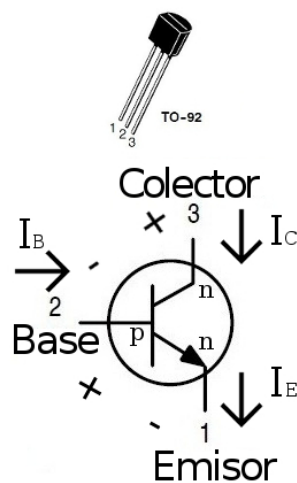

Figura 13: Transistor 2N2222A con encapsulado plastico TO-92, en el simbolo se muestra el flujo de las corrientes.
Amplificador transistorizado Esta etapa es opcional y solamente brinda mayor corriente en los LEDs, lo que se traduce en mayor intensidad luminosa. Se utilizará un transistor BJT **2N2222A** como el de la figura 13 y una resistencia de $2,2k\Omega$ por cada LED. El transistor es un dispositivo de tres terminales: **Base, Colector y Emisor** capaz de amplificar corriente y voltaje. Un transistor tiene tres modos de operación: **Saturación**, la corriente crece rapido y el voltaje es pequeño. **Corte**, las corrientes del transistor son pequeñas por lo que consieramos que se comporta como un circuito abierto. **Región activa**, la corriente de colector I_C no varía mucho, es estable y hace que el transistor se comporte de forma lineal.
Polarización de un transistor Si solo observamos la unión *Base-Emisor* de la figura 13 podemos pensar en un diodo rectificador y aplicar las mismas suposiciones para analizar en corriente directa, es decir:
Las corrientes que se indican en la figura 13 cumplen con (1), esto es, la corriente que fluye por el emisor es igual a la corriente de colector más la corriente de base, y la corriente de colector es un múltiplo escalar de la corriente de base.